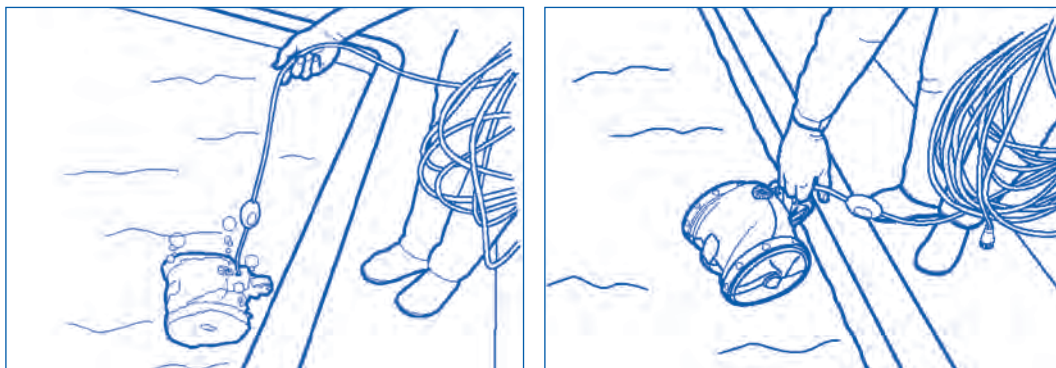

Figura 6
- No retire nunca el Vortex™1 de la piscina tirando de su cable flotante. Utilice siempre el asa para extraerlo de la piscina y deje que el agua se evacue manteniendo el limpiafondos en posición vertical (Figura 6).